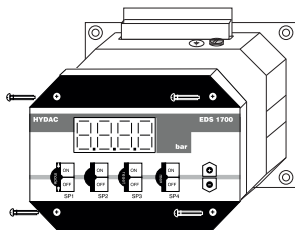

Bild 1
- Die 4 Schrauben der Gerätefrontplatte entfernen (Bild 1).